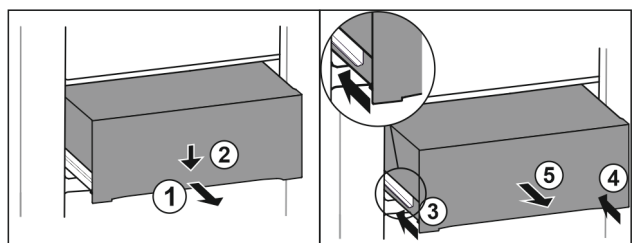

Fig. 120
- Tirer le tiroir jusqu'à mi-chemin. Fig. 120 (1)
- Appuyer sur l'avant du tiroir vers le bas. Fig. 120 (2)
- Insérer le rail gauche d'env. 2 cm (13/16 in). Fig. 120 (3)
- Insérer le rail droit d'env. 2 cm (13/16 in). Fig. 120 (4)
- Retirer le tiroir par l'avant. Fig. 120 (5)